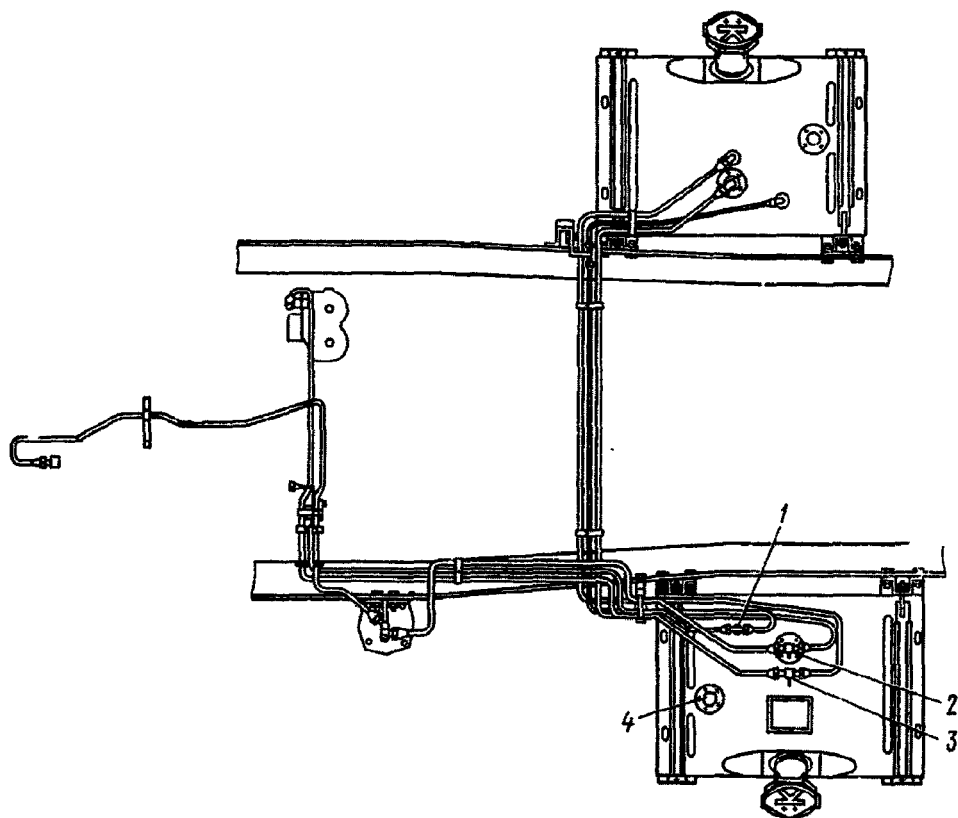

Рис. 3. Установка топливных баков на автомобиле КамАЗ-4310:
3. Отсоедините штекерный разъем от датчика 4 (рис. 3) указателя уровня топлива	—
9. Установите датчик 4 (см. рис. 3) указателя уровня топлива и запорный фильтр, вверните винты их крепления	Отвертка
13. Подсоедините к тройнику 1 (см. рис. 3) топливопровод 14. Подсоедините к датчику 4 указателя уровня топлива штекер электрических проводов и закройте штекер резиновым колпачком 15. Залейте в бак топливо. Проверьте, нет ли подтеканий топлива. Техническое условие. Подтекание топлива не допускается.	Ключ 12 мм — —